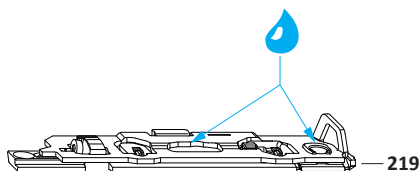

Рис. 1
Монтаж углового подшипника (219) на БСУ (Рис. 1).